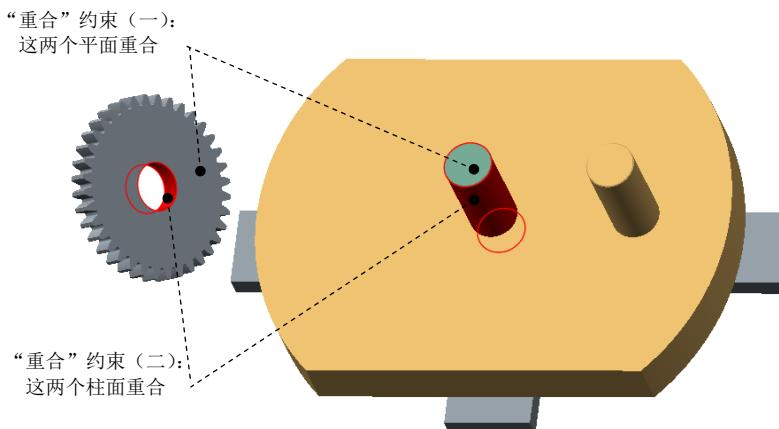

图 9.4.23 创建刚性 (Rigid) 连接
(6) 单击操控板中的 **√** 按钮，完成滑块连接的创建。
Step11. 引入元件 CYLINDER_GEAR01.prt，并将其调整到图 9.4.23 所示的位置。
(1) 在连接列表中选取 **刚性** 选项，此时系统弹出“元件放置”操控板，单击操控板菜单中的 **放置** 选项卡。
(2) 定义“重合”约束(一)。在 **约束类型** 下拉列表中选择 **重合** 选项，选取图 9.4.23 所示的两个平面为“重合”约束(一)的参考，此时 **放置** 界面如图 9.4.24 所示。
(3) 定义“重合”约束(二)。在 **放置** 界面中单击 **新建约束**，在 **约束类型** 下拉列表中选择 **重合** 选项，选取图 9.4.23 中的两个柱面为“重合”约束(二)的参考，此时 **放置** 界面如图 9.4.25 所示。